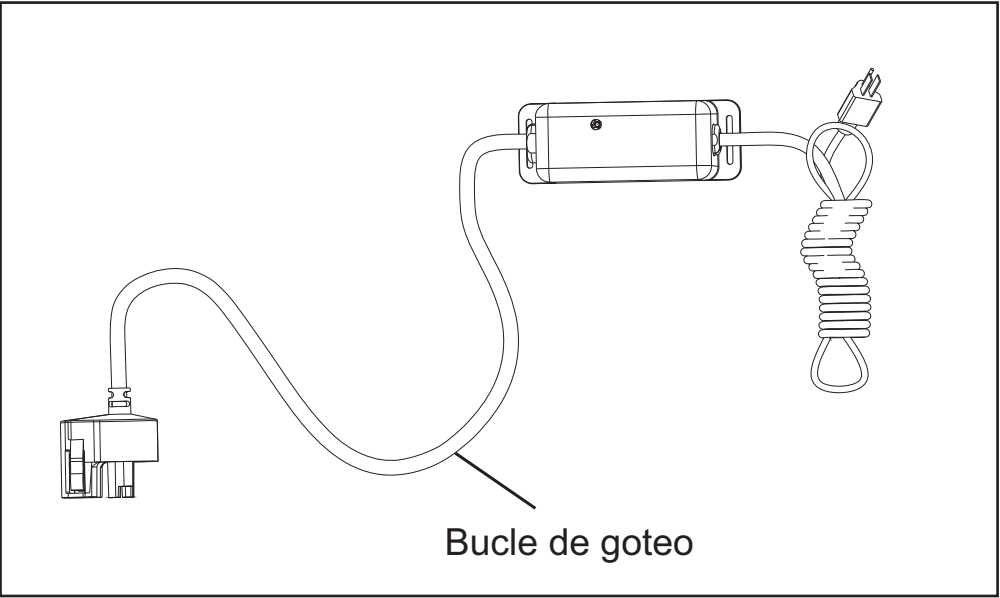

Figura 3 Bucle de goteo
4. Monte el controlador de forma horizontal a la pared, cerca de la cámara UV. Lo ideal sería colocar el controlador sobre la cámara y lejos de cualquier punto de conexión de agua para evitar que se vierta agua en el controlador por medio de fugas en un punto de conexión o un sistema de “transpiración”. Asegúrese de permitir un “bucle de goteo”, como se muestra en Figura 3, en la lámpara UV, el sensor UV y el cable para evitar, de nuevo, que entre agua en el controlador.
- El controlador se debe montar encima o al lado de la cámara UV. Siempre monte el controlador horizontalmente para evitar que la humedad se filtre por la canalización de los cables y provoque un peligro de incendio. Es muy recomendable usar bucles de goteo en los cables conectados al controlador. Consulte Figura 3.